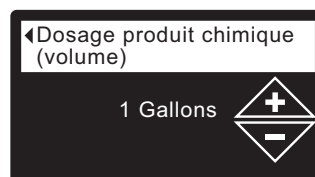

FIG. 91
7. Appuyez sur le sélecteur (O) pour afficher le menu de l'une de ces options (cf. Figure 91 et 92).